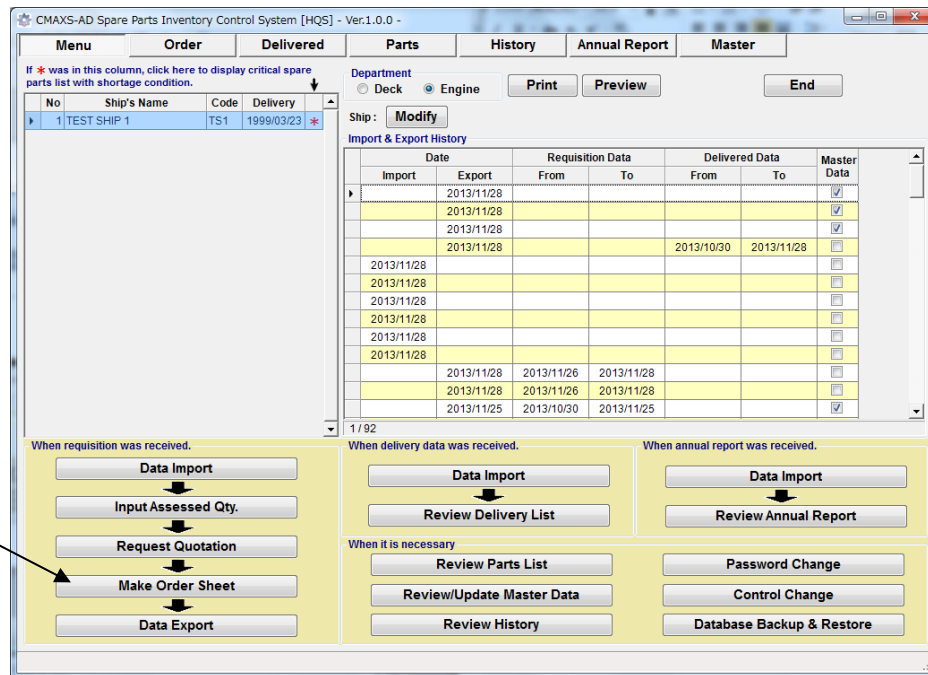

図 8-1 Menu 画面
- (1) “Menu 画面”(図 8-1)上で[Make Order Sheet]を選択します。
- (8) [▼]マークをクリックし、ドロップダウンリストより Supplier を選択してください。
- (9) 最大 10 社の供給元を設定できます。
- (10) Supplier 選択後、チェックマークを必要箇所に入れます。
- (11) Supplier 選択後、[・] オプションボタンをチェックし、Excel 仕様の見積書を作成します。
- (12) [Export]を選択すると“Save as ウィンドウ”が表示されます。
- (13) “OK”ボタンを選択すると、Excel 仕様の注文書が作成されます。
- (14) 注文書を supplier. に送信します。
- (15) [Menu]を選択し、“Menu 画面”(図.8-1)に戻ります。
- (16) “Menu 画面”(Fig8-1)上で、[Data Export] を選択すると、本船へ注文データが送信されます。